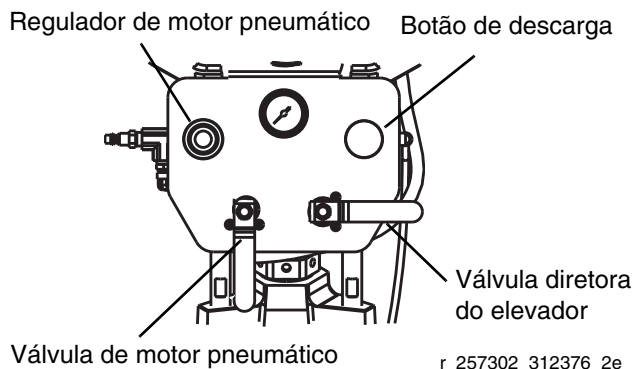

Fig. 10: Comandos pneumáticos
- Utilize o regulador de motor pneumático (consultar Fig. 10) para controlar a velocidade da bomba e a pressão do produto. Utilize sempre a pressão mais baixa necessária para atingir os resultados pretendidos. As pressões mais elevadas provocam o desgaste prematuro do bico/bocal e da bomba.